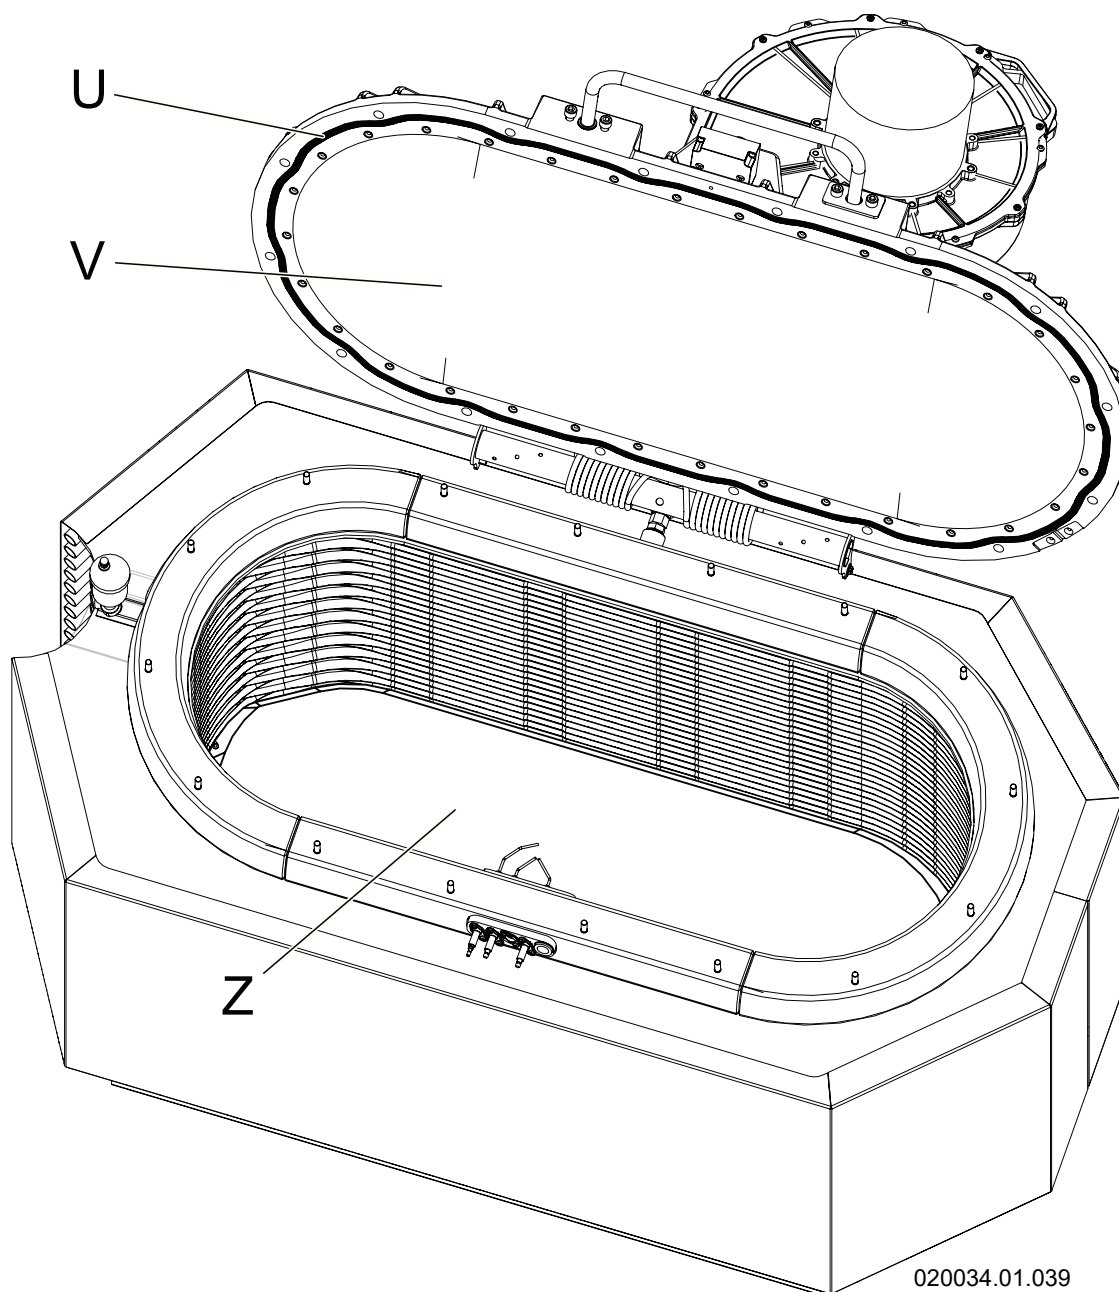

Figura 8-14 - Camera di combustione
- 10.-tramite la maniglia "T" (Figura 8-13) sollevare la parte superiore del bruciatore ed accedere così al bruciatore stesso "V" (Figura 8-14);
**! ATTENZIONE!!!** Ogni volta che si effettua la pulizia del bruciatore e dello scambiatore primario occorre verificare il buono stato dell'isolante termico "Z" di Figura 8-14. Se necessario sostituirlo richiedendo l'apposito kit.
- 6.- verificare visivamente il buono stato della guarnizione "U" (Figura 8-14) e se del caso procedere con la sostituzione;